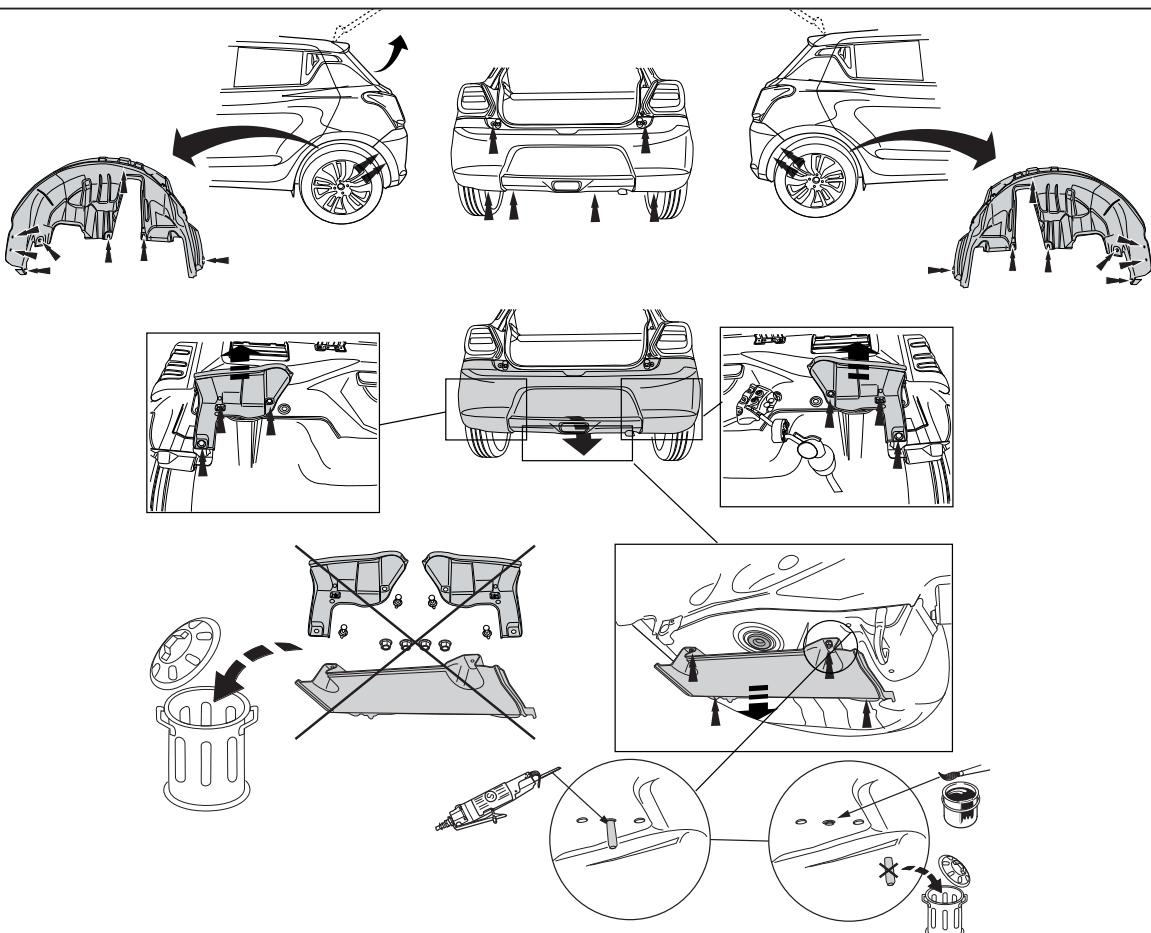

Fig. 1
1. Снять бампер. Снять указанные пластмассовые части. См. рисунок 1. **Если имеется/имеются:** Отпилить обозначенную часть, как указано на рис. 1.